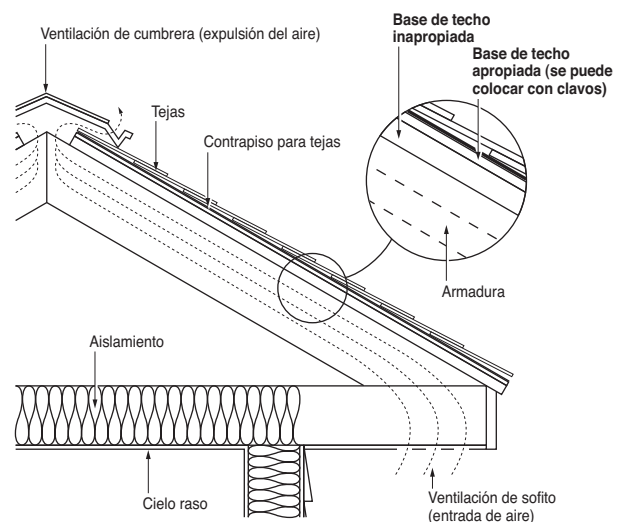
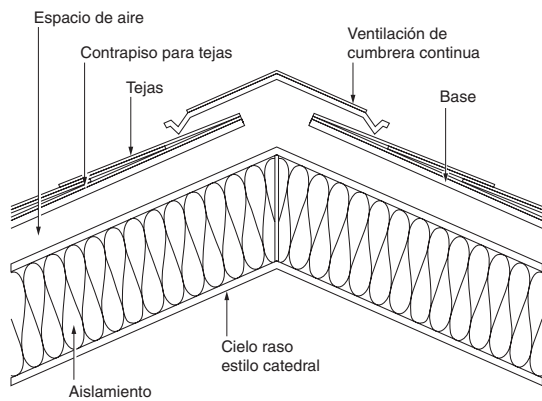

Figura 4-2: Se aplica una base de techo sobre una base de techo inapropiada.
Figura 4-3: Método de aplicación preferido para techos de tipo catedral
El criterio general es utilizar un área de ventilación libre neta de 9 pulgadas cuadradas (23 cm cuadrados) por pie de recta, con un resultado aproximado de  $\frac{3}{4}$ " (19 mm) de espacio. Casi siempre es mejor un espacio más grande de ventilación, en especial en pendientes poco pronunciadas y con vigas largas. (consulte también la Figura 4-3).
**BASE DE TECHO SOBRE OTRA BASE DE TECHO INAPROPIADA:** Para lograr una instalación adecuada de una base de techo apropiada sobre un material que no es adecuado, como los que se describen anteriormente, se necesita una superficie apropiada para la base donde las tejas CertainTeed se puedan aplicar. La fijación de la base de techo apropiada se debe realizar en cumplimiento con las instrucciones provistas por el fabricante de la base sobre la cual se colocarán los sujetadores. (Consulte la figura 4-2.)
La Figura 4-2 ilustra un método de aplicación donde se aplica una base de techo apropiada sobre una base de techo inapropiada que se ventila correctamente por debajo. La figura 4-3 ilustra un método de aplicación preferido para un cielo raso tipo catedral, que incorpora un espacio de ventilación de sofito a cumbrera debajo de la base de techo clavable superior y arriba del aislamiento de una base de techo "inapropiada".